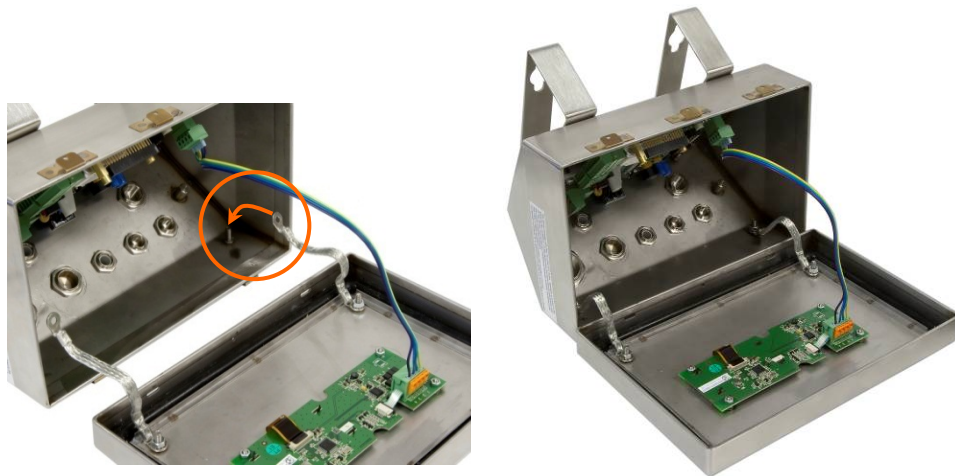

Figura 2-22: coperchio rovesciato
- c. Ruotare con attenzione il coperchio anteriore di 180 gradi e riapplicare le due cinghie di terra ai due perni accanto ai manicotti di serraggio utilizzando i due dadi precedentemente rimossi come mostrato in Figura 2-22. Serrare i due dadi.